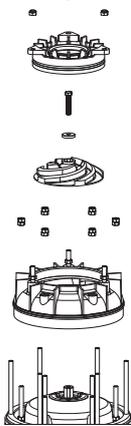

Bild 37: Montage von Laufrad, Diffusor und Verschleißscheibe
9.8 Laufrad, Diffusor und Verschleißscheibe (Bild 37, 38)